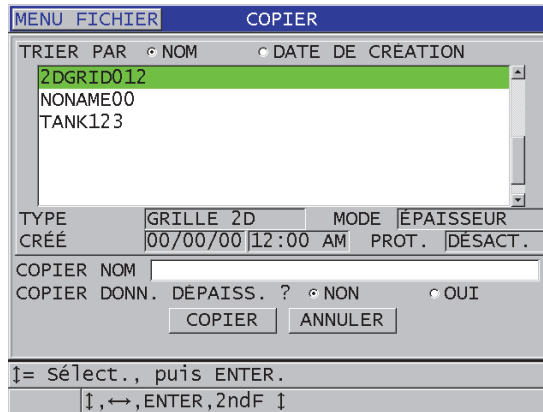

Figure 11-17 Copie d'un fichier
3. Dans l'écran **COPIER** (Figure 11-17 à la page 217), faites ce qui suit :